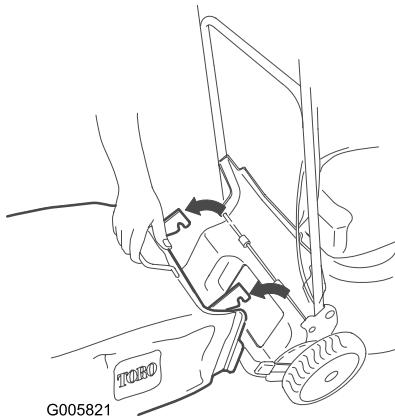

Figura 30
5. Rimuovere il cesto (Figura 30).